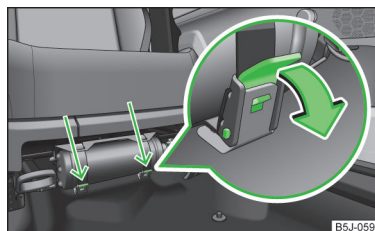

Fig. 139
- Afloje ambas correas tirando de los seguros respectivos en la dirección de la flecha » fig. 139.